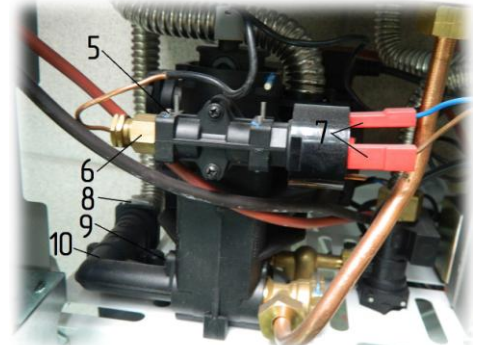

Рис. 17. Демонтаж насоса
- 6) отсоединить колодку 3 (см. Рис. 17) с проводами питания насоса из разъема;